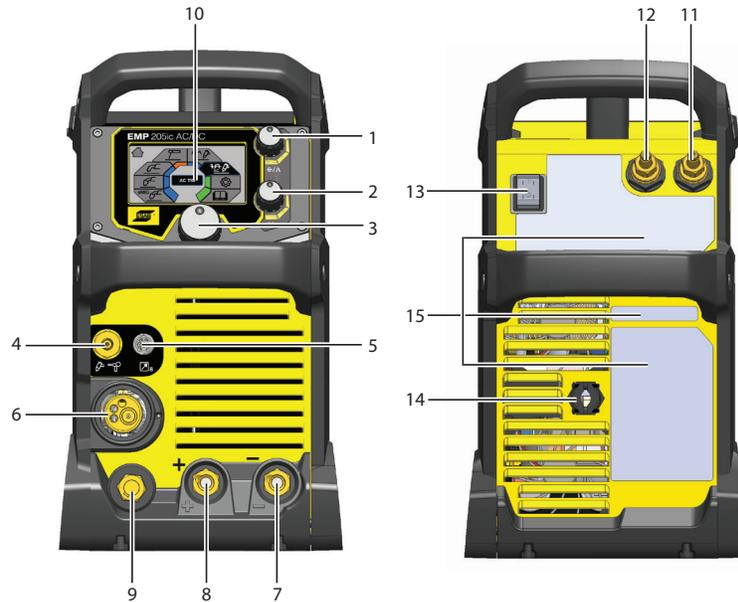

Abbildung 1. Vorder- und Rückansicht: Modell EMP 205ic AC/DC
Die Stromquelle verfügt über zwei Ausgänge zum Anschließen von Schweiß- und Rückleitungskabeln: einen Negativn [-] Anschluss (7) und einen Positivn [+] Anschluss (8) (siehe Abbildung 1).
Schließen Sie für den WIG-Vorgang das Stromkabel des WIG-Brenners an den Minuspol [-] (7) an, siehe Abbildung. Verbinden Sie die Gaseinlassmutter des WIG-Brenners mit dem Gasauslassanschluss (4) an der Vorderseite der Stromquelle. Verbinden Sie den Gaseinlass-Schnellverbinder (12) auf der Rückseite mit einer geregelten Schutzgasversorgung. Verbinden the work Rücklauf lead to the Rücklauf-Kabel TERMINAL Positivr Ausgang [(+) (9)]. Verbinden Sie den Brennerstecker mit dem Negativn Ausgang [-] (7) (siehe Abbildung 1).